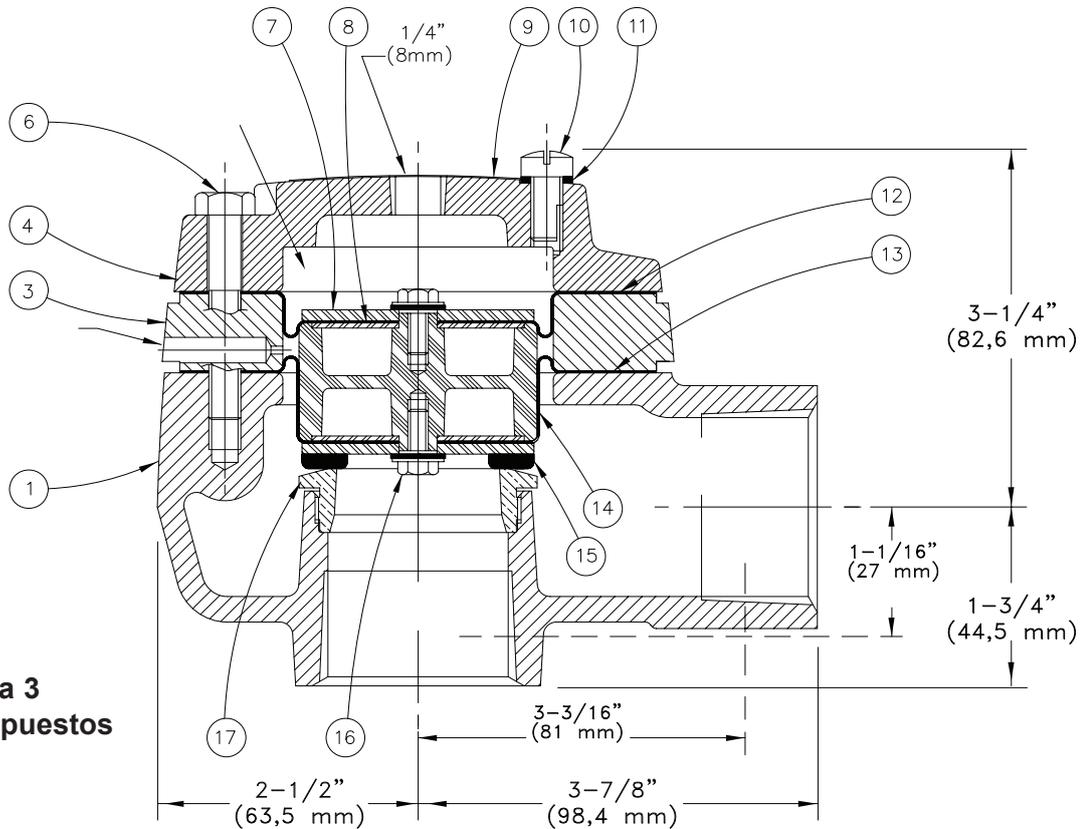

Figura 3
D. Desmontaje de la válvula (Véase la Figura 3)
2. Desconectar y quitar los accesorios necesarios de la tapa y quitar los tornillos (6).
3. Separar la tapa (4) del espaciador (3).
4. Quitar el espaciador (3), el diafragma móvil y el conjunto de clapeta (Nº. 7, 8, 12, 13, 14, 15, 16) de su alojamiento en el cuerpo (1).
5. Para sustituir el conjunto de clapeta (15), quitar el tornillo y la junta de sellado (16). Instalar el nuevo conjunto de clapeta y tirar la antigua.
6. Para sustituir el diafragma inferior (13), quitar el tornillo, la junta de sellado (16) y la clapeta (15). Instalar el nuevo diafragma y tirar el antiguo.
7. Para sustituir la goma superior del diafragma (12), quitar el tornillo, la junta de sellado (16) y la placa de fijación (7). Instalar el nuevo diafragma y tirar el antiguo.
E. Montaje de la válvula (véase la Figura 3)
3. Al instalar los diafragmas (12 y 13), asegúrese de que todos los taladros de los pernos están alineados. Además, el lado rugoso de los diafragmas debe colocarse mirando hacia el pistón (14). Antes de apretar los tornillos (16), instalar la clapeta en el espaciador (3).
- a. Insertar el diafragma superior (12) a través del orificio del espaciador (3) desde la superficie inferior del espaciador (3) hasta la parte superior. La clapeta (15) debe estar hacia la cámara de entrada de la válvula. Nota: el diámetro exterior del espaciador (3) es achaflanado. El diámetro del fondo es mayor que el de la parte superior.
- b. Alinear los taladros de los pernos y apretar los tornillos (16).
4. Colocar la tapa (4) con los tornillos (6) insertados en los taladros, boca abajo en un banco de trabajo.
5. Con la parte superior del espaciador (3) y el diafragma superior (12) hacia la tapa (4), colocar el conjunto de la clapeta y el espaciador, descrito en el paso 3, sobre los extremos roscados de los tornillos (6).
- a. El diafragma superior (12) debe estar plano entre la tapa (4) y el espaciador (3).
- b. El pistón (14) debe sobresalir del espaciador (3) y tiene que verse la clapeta (mirando hacia arriba).
6. Mover suavemente el diafragma inferior (13) sobre el pistón (14) hasta colocar los taladros de los pernos sobre los extremos roscados de los tornillos (6).